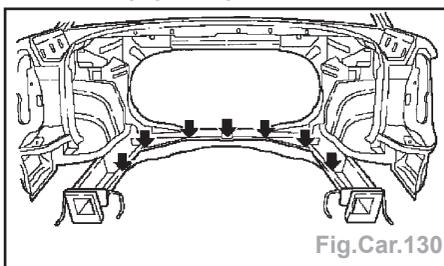

Fig.Car.130
- Pré-percer les longerons et les traverses ; faire 7 perçages (Fig.Car.130).